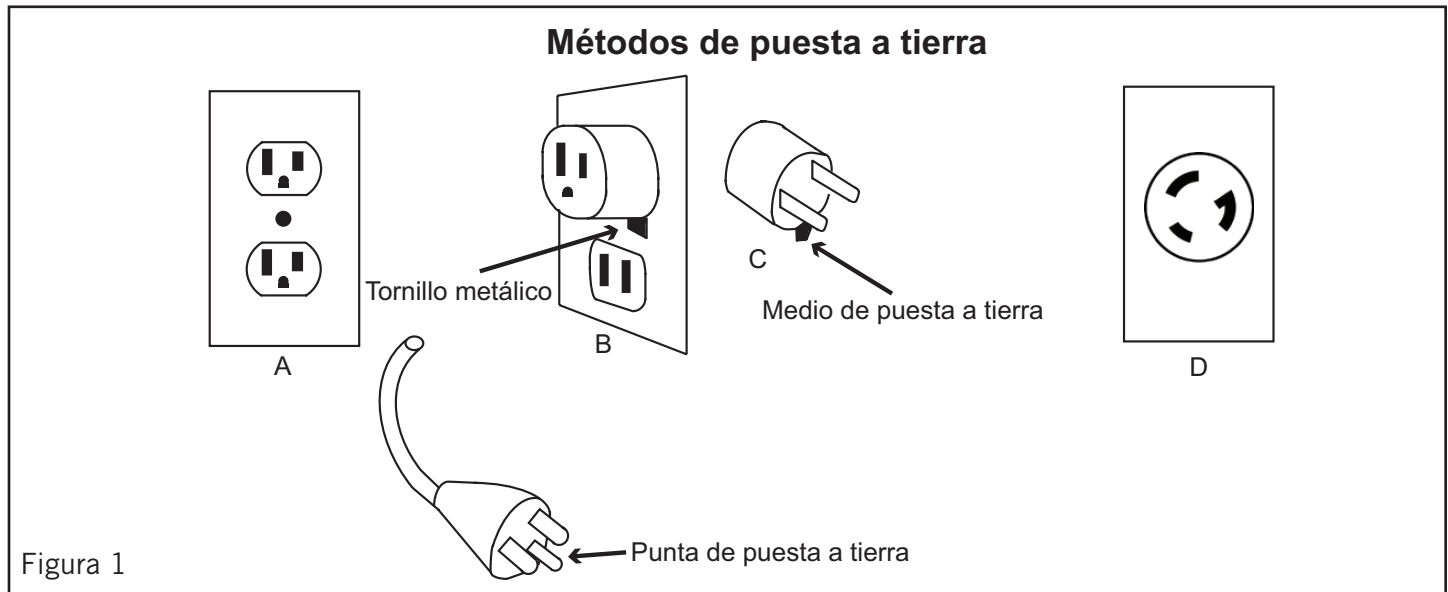

Figura 1
2. Conecte el ventilador calentador a la potencia eléctrica adecuada. Vea las instrucciones de puesta a tierra (Página 6, Figura 1)
Instrucciones de puesta a tierra (vea la Figura 1)